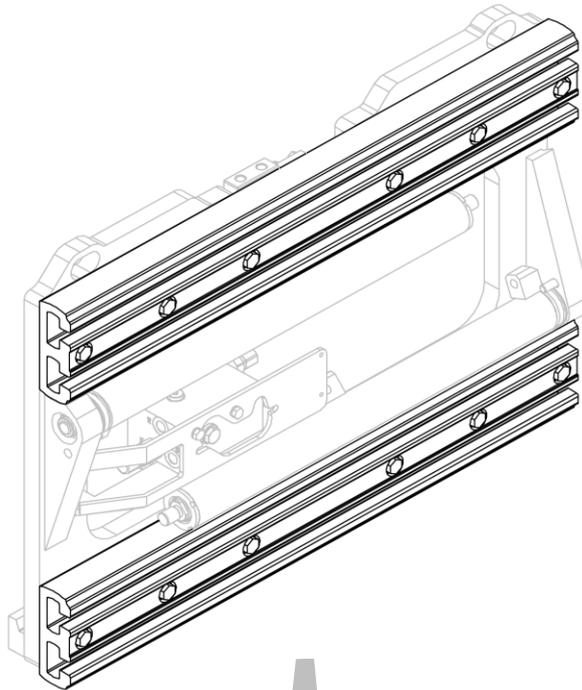
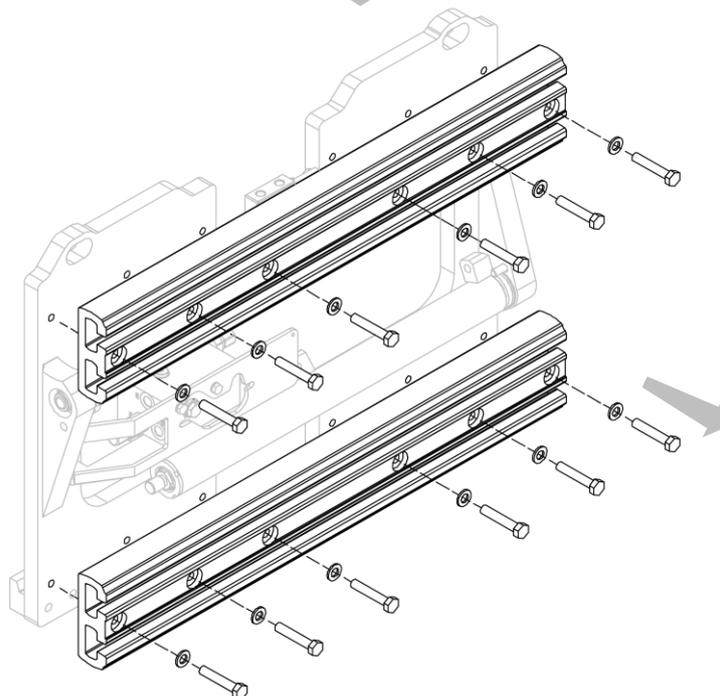

Abbildung 56
Abbildung 57
2. Schrauben Sie die Aluminiumprofile, eines nach dem anderen, ab und nehmen Sie sie ab (siehe *Abbildung 56* und *Abbildung 57*).